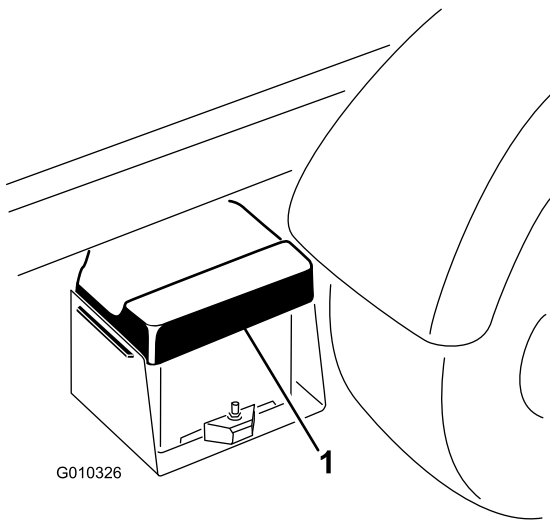

図 5
- バッテリーカバーを握り込んで、タブをバッテリーベースから外す図5。
2. バッテリーベースからバッテリーを取り外す 図 5。
6. バッテリーベースにバッテリーカバーを合わせる 図 5。
7. バッテリーカバーを握り込んで、タブをバッテリーベースに合わせ、力をゆるめるとカバーがセットされる 図 5。